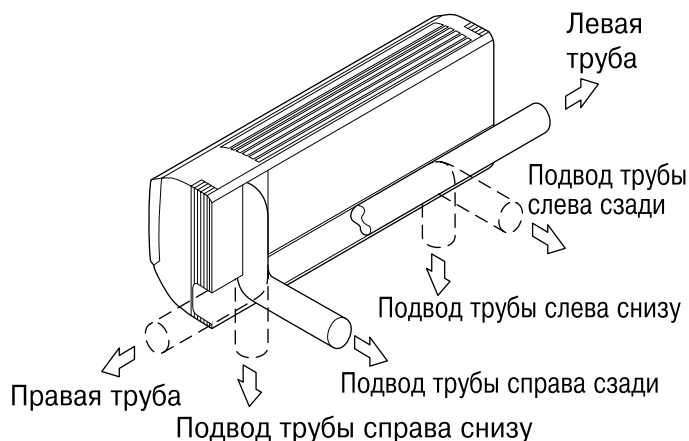
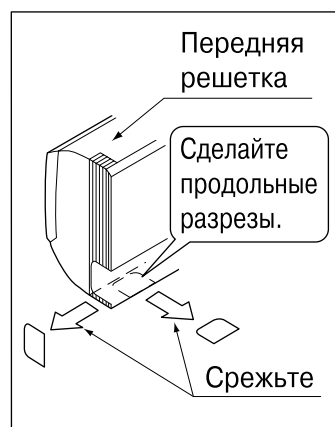

Рис. 3
Рис. 4
(1) Откройте отверстие для трубопровода.
- Трубопровод для хладагента и дренажную трубу можно вывести в 6 направлениях: слева, снизу слева, сзади слева, справа, снизу справа и сзади справа. (См. рис. 3)
- С использованием бумажного шаблона для монтажа (3) выберите направление для вывода трубопроводов и сделайте отверстие (φ80) в стене. Сделайте отверстие таким образом, чтобы обеспечить наклон дренажного трубопровода в нисходящем направлении. (См. раздел “ 6. РАБОТА С ДРЕНАЖНЫМ ТРУБОПРОВОДОМ”)
(2) Прикрепите к стене.
- (a) Проверьте расположение отверстия, сверяя его с имеющимся бумажным шаблоном для монтажа (3).
- (b) Временно прикрепите установочную панель (1) на месте установки на бумажном шаблоне для монтажа (3) и используйте уровень для того, чтобы обеспечить расположение дренажного шланга горизонтально или слегка с наклоном.
- (c) Прикрепите установочную панель (1) к стене с использованием винтов или болтов.
- С использованием стеновых винтов для установочной панели (2) прикрепите панель при помощи не менее 4 винтов с каждой стороны (всего 9 винтов) на рекомендуемую подкладку установки на прилагаемом бумажном шаблоне для монтажа (3).
(3) Если для трубопровода используется положение слева, снизу слева, справа или сверху справа, сделайте сквозное отверстие для трубопровода в передней решетке. (См. рис. 4)